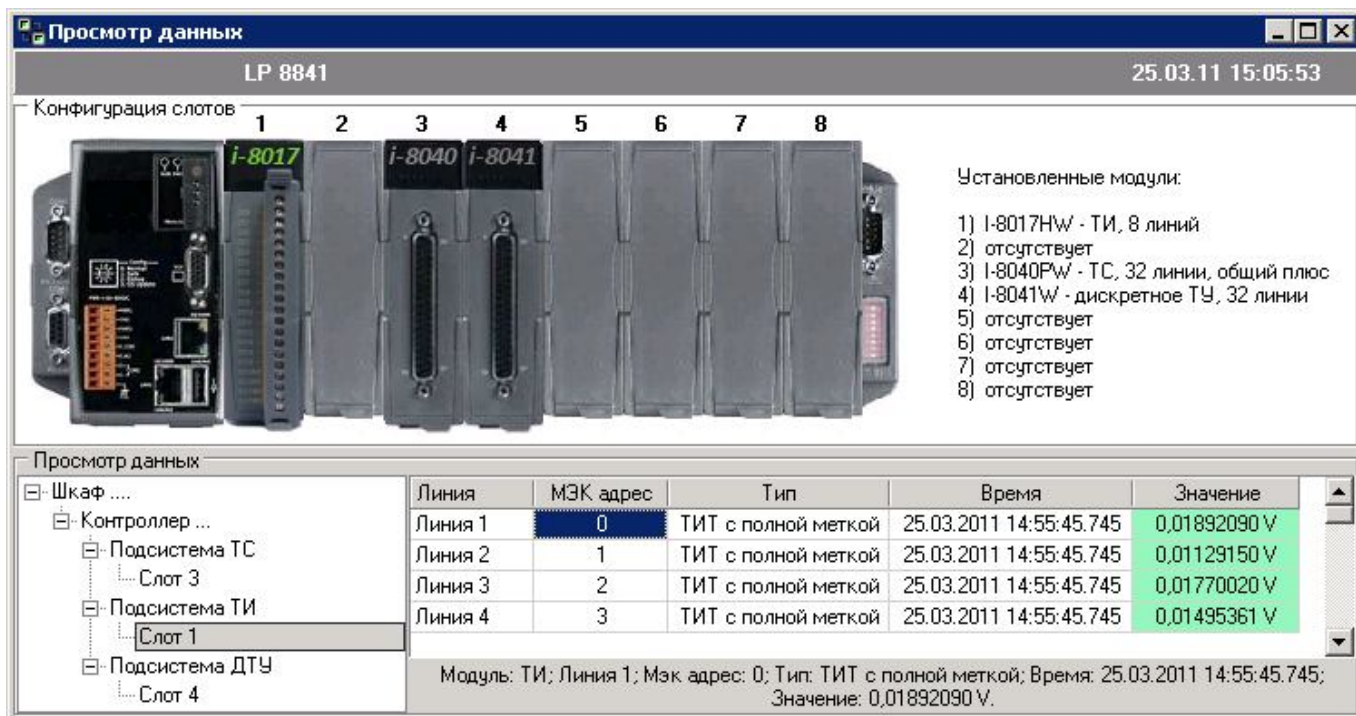
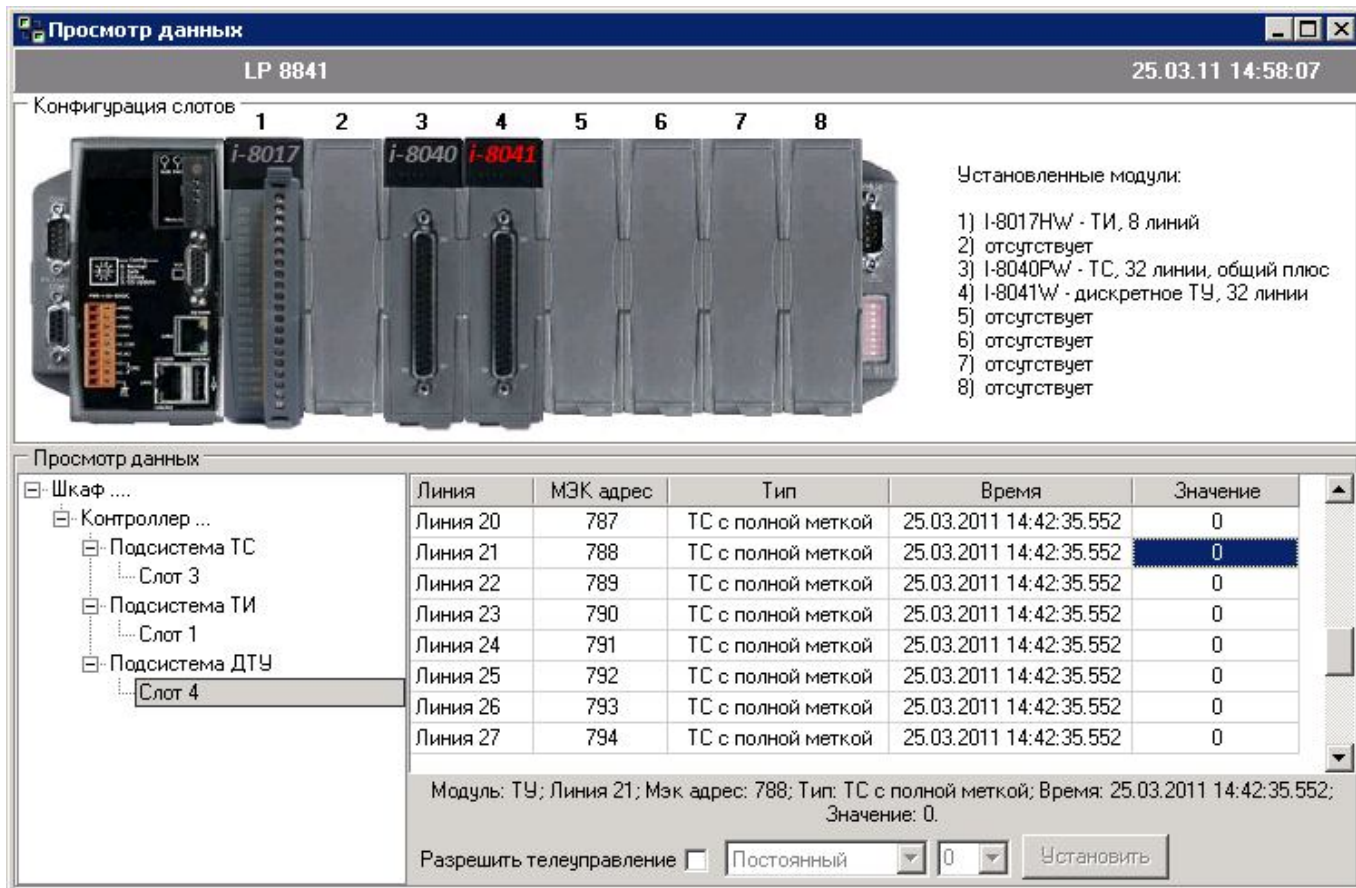

Рисунок 12 - Окно «Просмотр данных» - данные о телеизмерении.
Рисунок 13 - Окно «Просмотр данных» - данные о телеуправлении.
- Если выбран конкретный слот, то в таблицу выводится подробная информация по каждой линии выбранного слота (см. Рисунок 12 и Рисунок 13).
Если в таблице выбрать линию модуля ДТУ, то в нижней части отобразится дополнительная панель, которая позволяет изменять сигналы дискретного телеуправления контроллера (см. Рисунок 13). С помощью этой же панели выполняется разрешение и запрещение телеуправления. Что бы разрешить телеуправление необходимо выставить галочку рядом с «Разрешить телеуправление». Разрешение и запрещение телеуправления распространяется на весь контроллер.